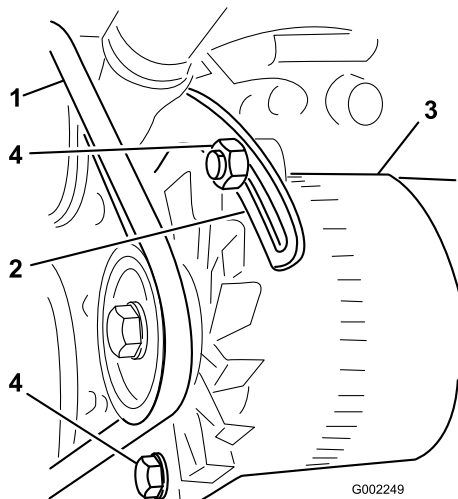

Figura 57
3. Afloje los pernos que fijan el tirante al motor y el perno que fija el alternador al tirante (Figura 57).